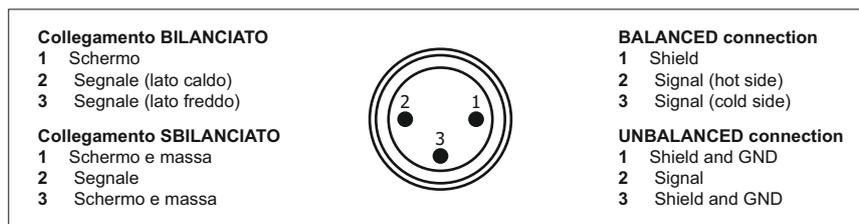

Fig.3.2.1
I collegamenti a queste prese sono riportati nella Fig.3.2.1.
- The connections to these sockets are shown in Figure 3.2.1.